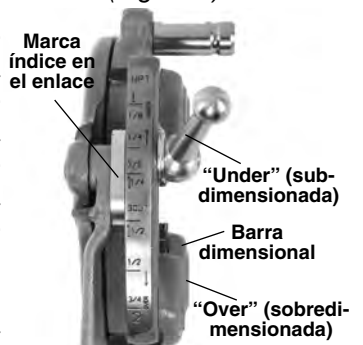

Figura 6 – Ajuste del tamaño de la rosca
3. Empiece con la marca índice del enlace alineada con la marca del tamaño deseado en la barra dimensional. Si se trata de cabezales mono o para pernos, fije la marca del enlace para alinearla con la línea en la barra dimensional. Para roscar pernos con un cabezal de terrajas universales, coloque todas las terrajas para pernos alineadas con la línea BOLT (perno) en la barra dimensional (Figura 6).